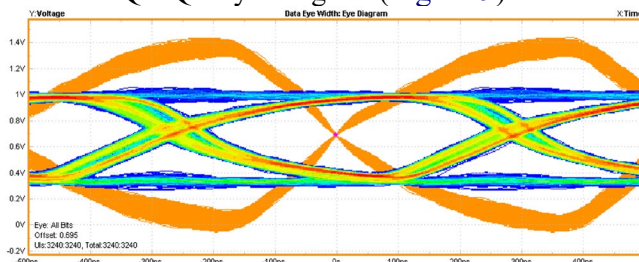

Figure 9. Snapshot Write Burst Eye Diagram
- DQ/DQS Eye Diagram (Figure 9)